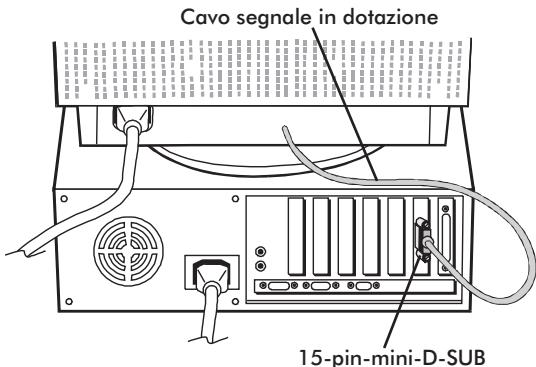

Figura A.1
3. **Per PC:** Collegare il connettore 15-pin.mini-D-SUB al connettore della scheda video del Vostro sistema (Figura A.1). Avvitate bene tutte le viti.